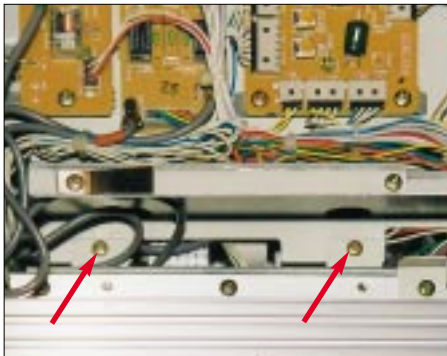

Bild 1: Die zu lösenden Schrauben der Kühlkörpereinheit
- 2) Gerät so hinlegen, daß das große Kühlblech sichtbar ist. Vier Schrauben halten die Kühlkörpereinheit (PA Modul). Zwei davon sind auf Bild 1 abgebildet (Pfeile). Zwei weitere Schrauben befinden sich an der Seite des Gehäuse-